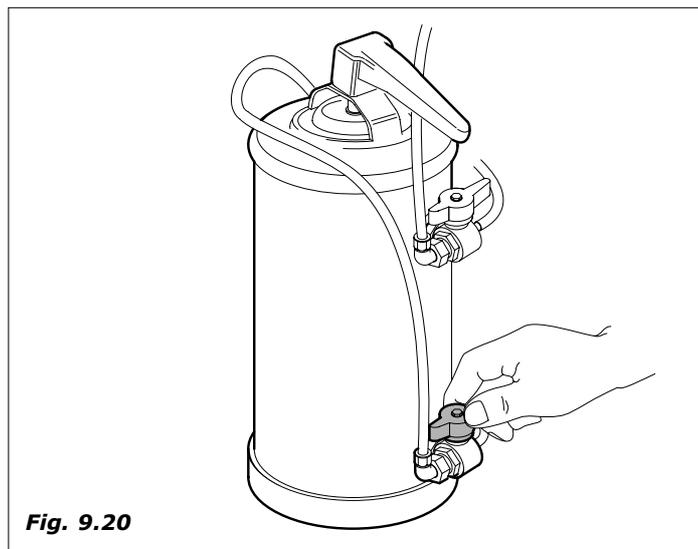

Fig. 9.20
- Quitar tensión y cerrar el grifo (Fig.9.20)